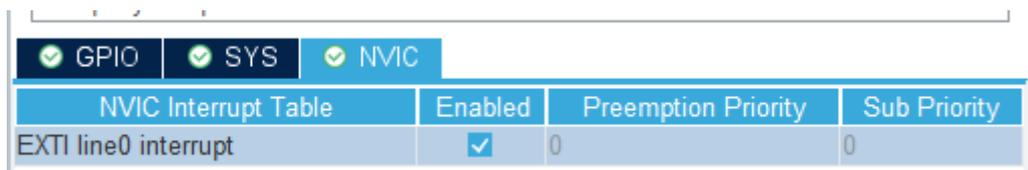

Рис. 3.9. Встановлення дозволу на зовнішні переривання
- 4.2. На вкладці NVIC налаштувань виводів GPIO дозволити зовнішні переривання за лінією 0 (рис. 3.9).